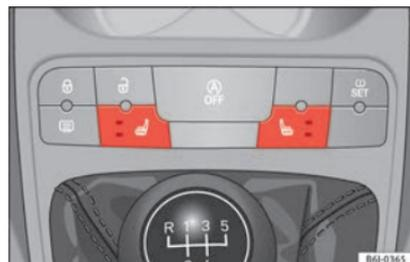

Fig. 100 Conmutador de la calefacción de los asientos delanteros.
- Pulse el conmutador correspondiente » fig. 100 para encender la calefacción del asiento.
- Una sola pulsación conecta la calefacción a la máxima intensidad. Se iluminan los dos LED » fig. 100. Tras 15 minutos a máxima intensidad, se apaga el led superior, se desactiva durante 2 minutos el sistema y transcurridos los 2 minutos, el sistema vuelve a funcionar a mínima intensidad (el led inferior siempre está encendido). »